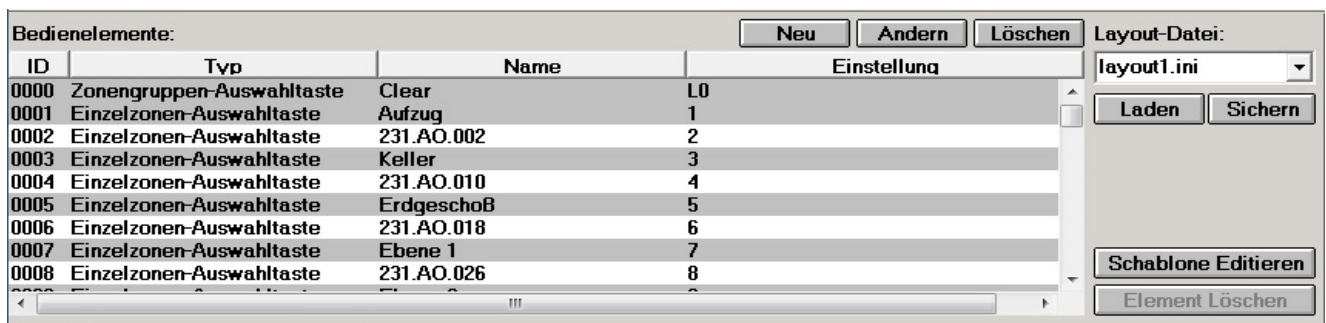

Abb. 18: Funktionsfenster zum Editieren der Systemansichten
- Die Konfigurationssitzung wird durch Auswahl des Konfigurationsdialogs (siehe Abb. 18) für das betroffene Ansichtsfenster über das Menü gestartet:
Der Konfigurationsdialog (siehe Abb. 18) enthält die Liste aller bereits erstellten Bedienelemente. Diese werden abhängig von Verwendung und Auswahlstatus in der editierten Ansicht und der Elementliste unterschiedlich angezeigt: